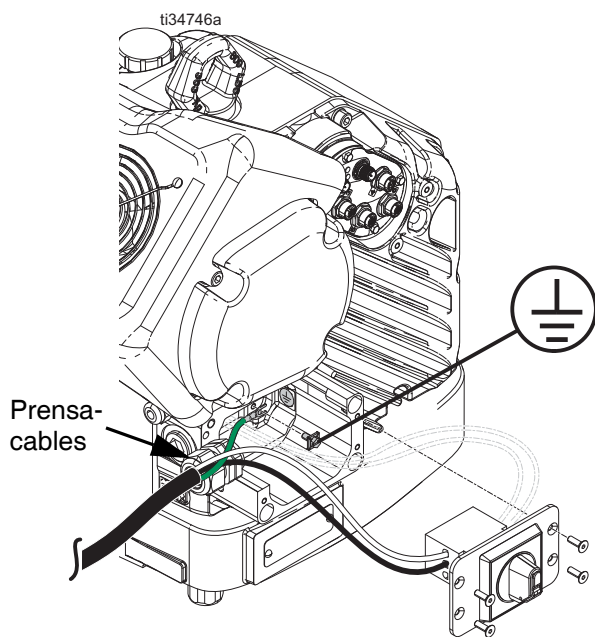

FIG. 8: Conexión de la alimentación
4. Conecte el cable de tierra al terminal de tierra dentro de la caja de conexiones como se muestra en la FIG. 8.